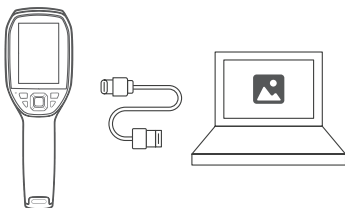

Figura 3.1.1
2. Conecte o TC005 a seu computador com o cabo USB fornecido (veja a Figura 3.1.1).